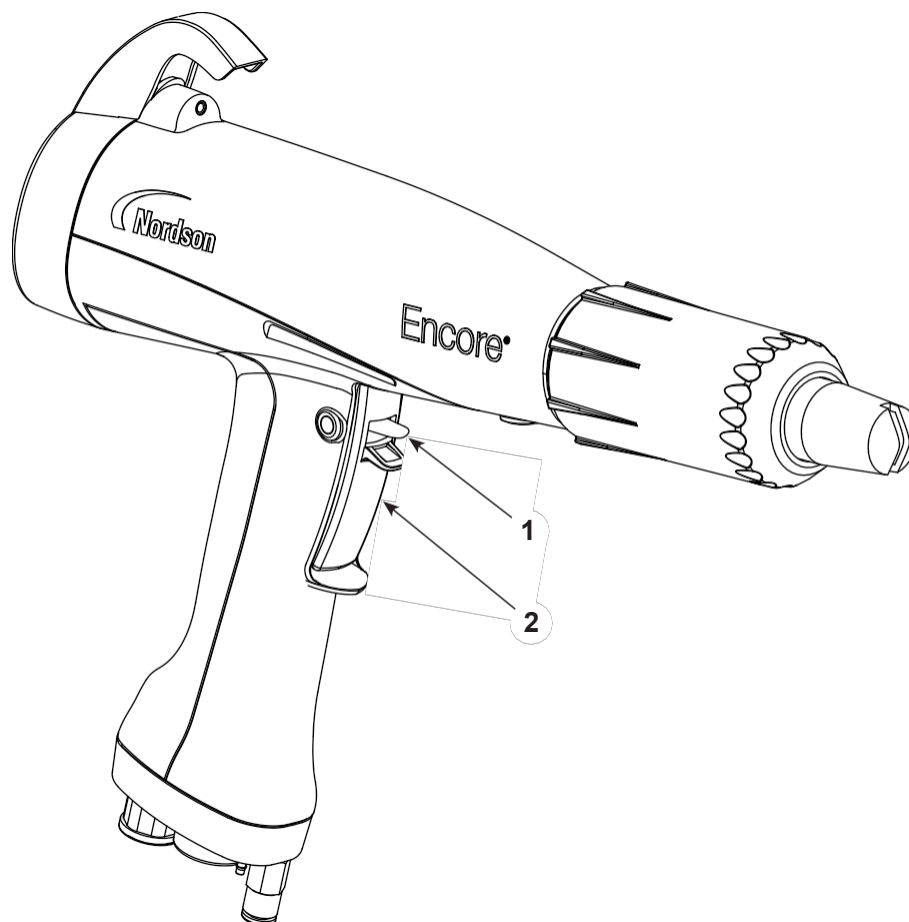

图 5 喷 喷枪扳机
**注意：** 有关操作员界面的操作，请参阅屏幕帮助。参见图 5。